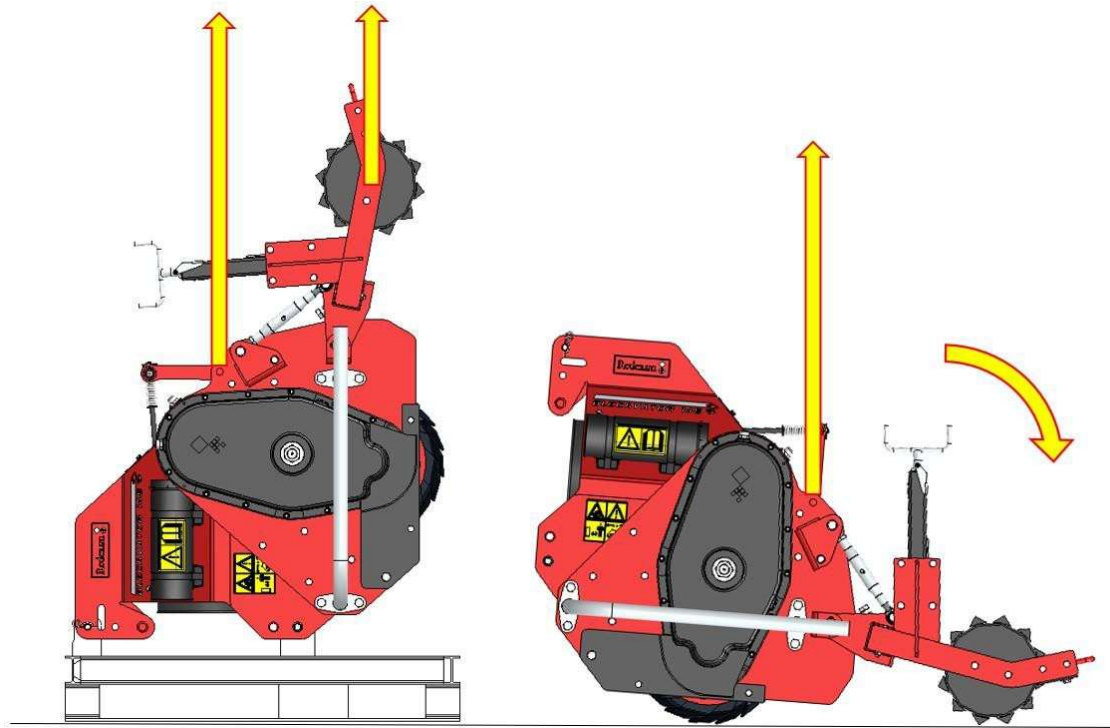

Fig. 3
3. Desserrez la palette (4) en retirant les goupilles (3).
5. Abaissez lentement la machine et inclinez-la jusqu'à ce qu'elle repose de manière sûre au sol (consultez la Fig. 3).